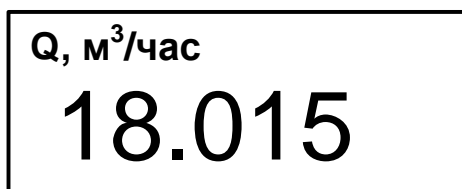

Рис.2. Вид окна укрупненной индикации
1.1.5. В расходомере предусмотрена возможность индикации значений измеряемых и настроечных параметров шрифтом большего размера (см. рис.2). Окно с укрупненной индикацией раскрывается после активизации наименования соответствующего параметра.